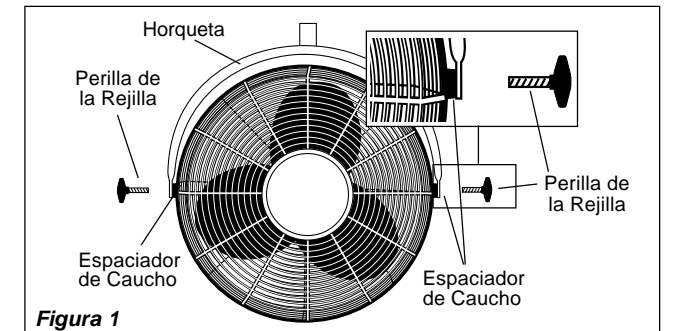

Figura 1
1. Ponga la Cabeza del Ventilador sobre una superficie plana de modo que el frente esté hacia abajo. Coloque en forma aflojada una Perilla de la Rejilla y un Espaciador de Caucho en el Conjunto de la Cabeza. Coloque la otra Perilla de la Rejilla y el Espaciador de Caucho en el Conjunto de la Cabeza y apriete FIRMEMENTE. Vuelva a la primera Perilla de la Rejilla y apriete FIRMEMENTE. (Figura 1)